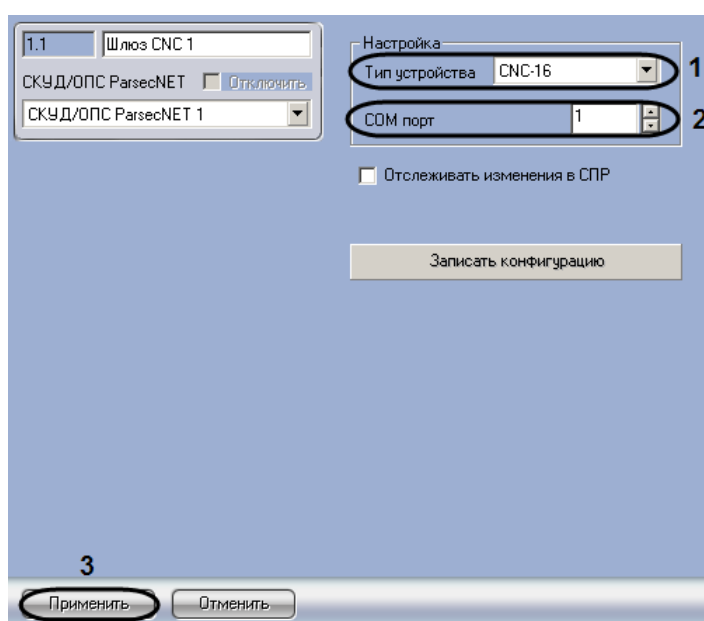

Рис. 3.3—4 Задание СОМ-порта подключения оборудования *СКУД/ОПС ParsecNet*
1. Перейти на панель настроек объекта **Шлюз CNC** (Рис. 3.3—4).
2. Из раскрывающегося списка **Тип устройства** выбрать значение **CNC-08** или **CNC-16**, соответствующее типу подключенного ЦКС (см. Рис. 3.3—4, 1).
3. В поле **СОМ-порт** ввести с помощью кнопок **вверх-вниз** порт подключения оборудования *СКУД/ОПС ParsecNet* (см. Рис. 3.3—4, 2).
4. Нажать кнопку **Применить** (см. Рис. 3.3—4, 3).